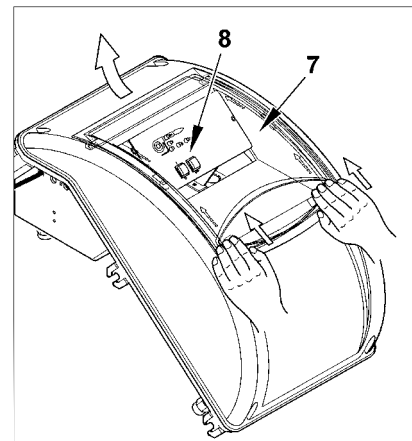

Рисунок 4
закрутите 4 винта (1), используя момент затягивания, равный приблизительно 5 Нм, для обеспечения правильного уплотнения. Теперь можно получить доступ к панели управления (8). Отцепите прозрачное окошко (7), слегка надавливая руками в направлении стрелок на рис. 4. Переместите окошко вперёд на некоторый отрезок, после чего отделите его от крышки.
- 5) Для правильного расположения прозрачного окошка на щите поступайте в соответствии с рисунком 5: поместите крюки в соответствующие гнёзда (9), продвиньте окошко в направлении, указанном стрелкой, пока не услышите лёгкий щелчок. Теперь обеспечено должное уплотнение.